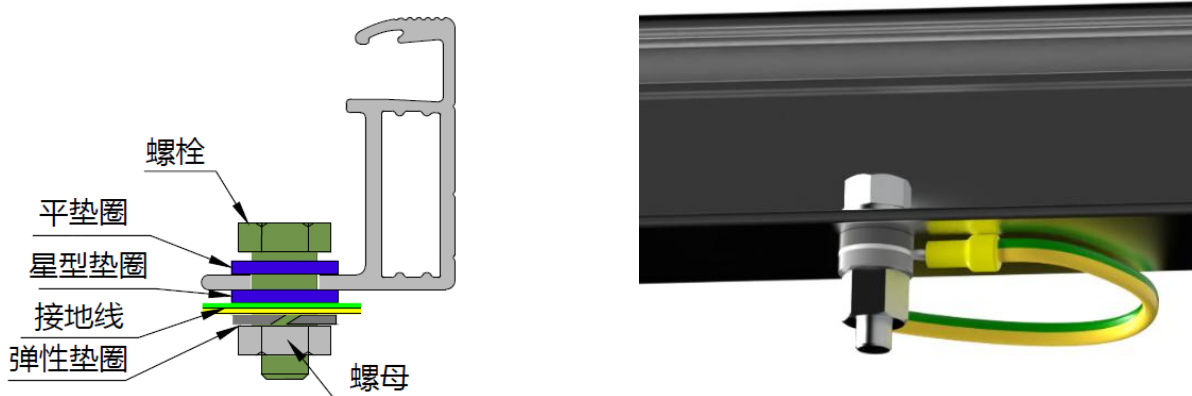

图 12 螺栓接地图
- 组件背面边框的长边靠边缘部有直径为 4mm 的接地孔；根据 IEC 61730-1:2023 标准，边框上的接地孔标有典型的接地符号 (≡)。该孔只可用于接地，因此不能用于组件安装。这种方法包括螺栓、平垫圈、起始垫圈、垫圈和螺母，见图 12。安装接地时应拧紧螺栓，组件边框不得额外打孔；